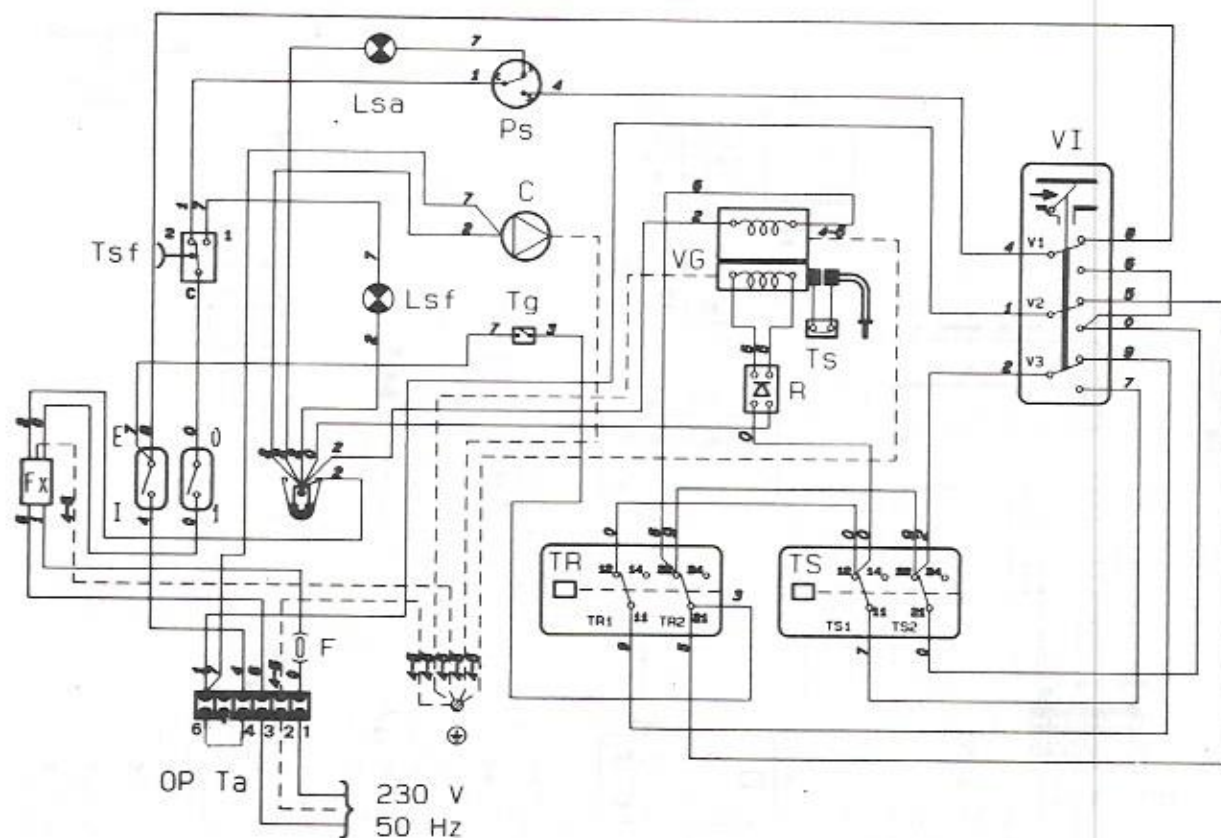

Fig.7
- Collegare i due fili che arrivano dal T.A.al posto cavallotto rosso (poli 4 e 6) nella morsettiera, dopo averli fatti passare attraverso l'apposito foro nel cruscotto (Figure 7, 8, 9)